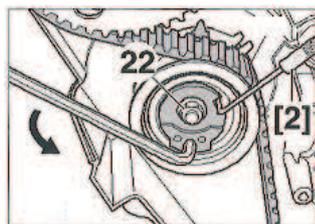

FIG. 2
- Útil de bloqueo del tensor (2) [FIG. 2].
- 5 Aflojar la tuerca (22) y girar el tensor para destensar la correa hasta poder insertar el útil (2) [FIG. 2]. A continuación, desmontar la correa de distribución y la bomba de agua.